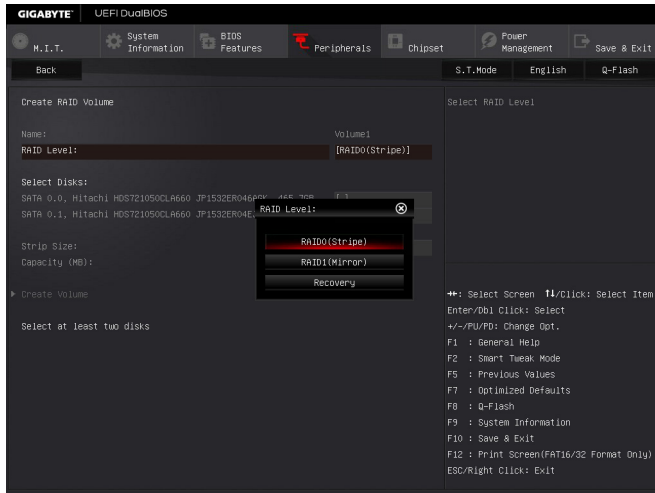

図 4
Intel(R) Rapid Storage Technology メニューにおいて、**Create RAID Volume** で <Enter> を押して **Create RAID Volume** 画面に入ります。Name の項目で 1~16 文字 (文字に特殊文字を含めることはできません) のボリューム名を入力し、<Enter> を押します。次に、RAID レベルを選択します (図 4)。サポートされる RAID レベルには RAID 0、RAID 1、RAID 10、と RAID 5 が含まれています (使用可能な選択は取り付けられているハードドライブの数によって異なります)。次に、下矢印キーを用いて **Select Disks** に移動します。